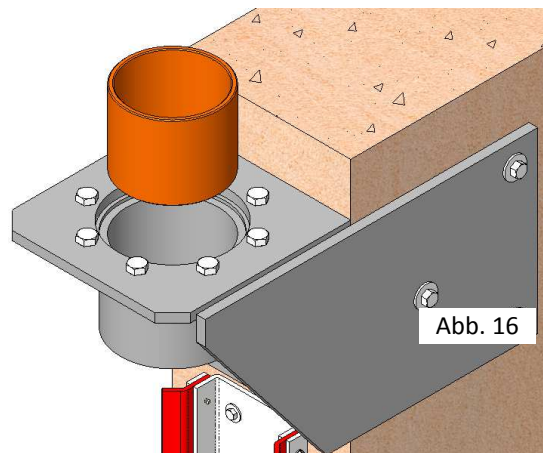

Abb. 16
12. Die Gelegenheit nutzen, um die obere Drehbuchse aus ihrem Halter zu nehmen (Abb. 16).